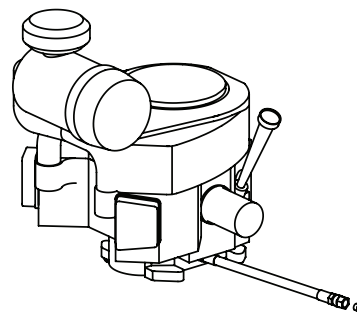

Fig. 32
- Localisez le tuyau de vidange d'huile sur le moteur (Fig. 32).
5. Tout en maintenant l'extrémité libre du tuyau de vidange d'huile au-dessus du récipient de collecte d'huile, dévissez le bouchon à tête carrée de l'extrémité du tuyau (Fig. 32 à la page 101). Vidangez l'huile moteur dans le récipient de récupération d'huile.